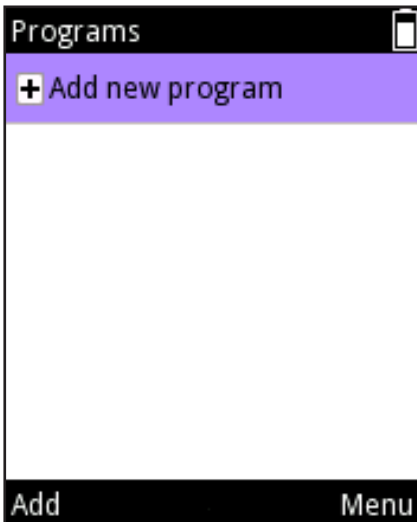

Imagen D37.
2. Desplácese hasta **Add new program** (Añadir nuevo programa) y pulse  (**Add**, Añadir) para añadir un nuevo programa (Imagen D37).